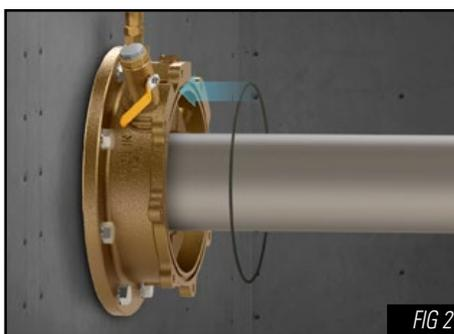

FIG 2
12. Instale a junta tórica para o anel de acoplamento. Coloque nela graxa leve ou graxa própria para juntas tóricas. (FIG 2.)